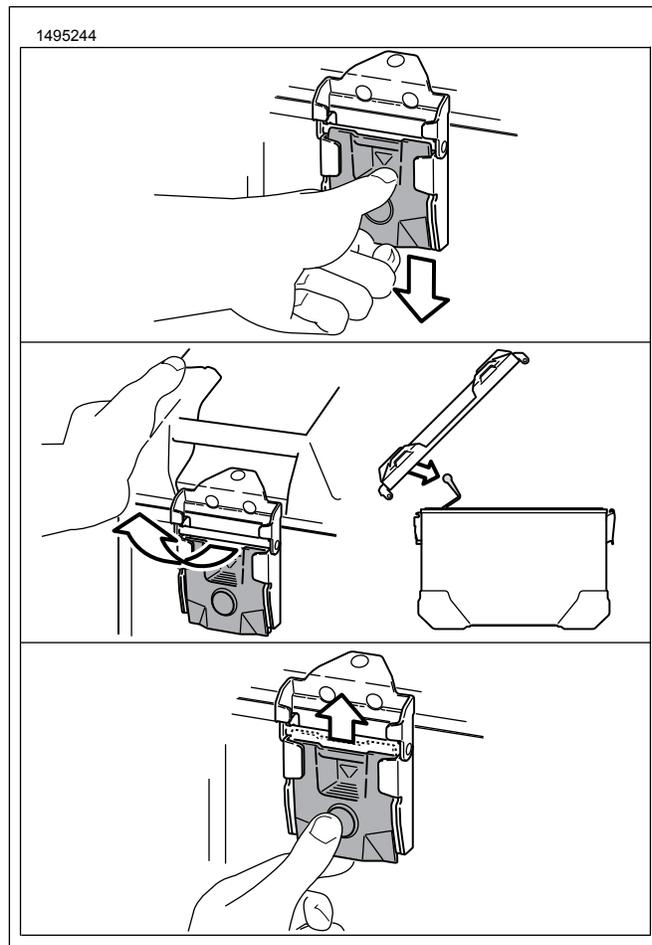

Abbildung 5. Entfernen des Deckels
1. Abbildung 5 Den Schnellverschluss nach unten drücken, bis er einrastet und der Knopf herauspringt.